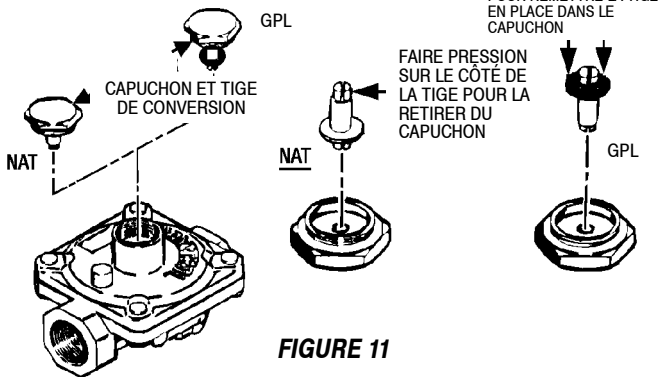

FIGURE 11
(voir la figure 11).
B. INVERSER LE CAPUCHON DANS LE DÉTENDEUR (voir la figure 11)